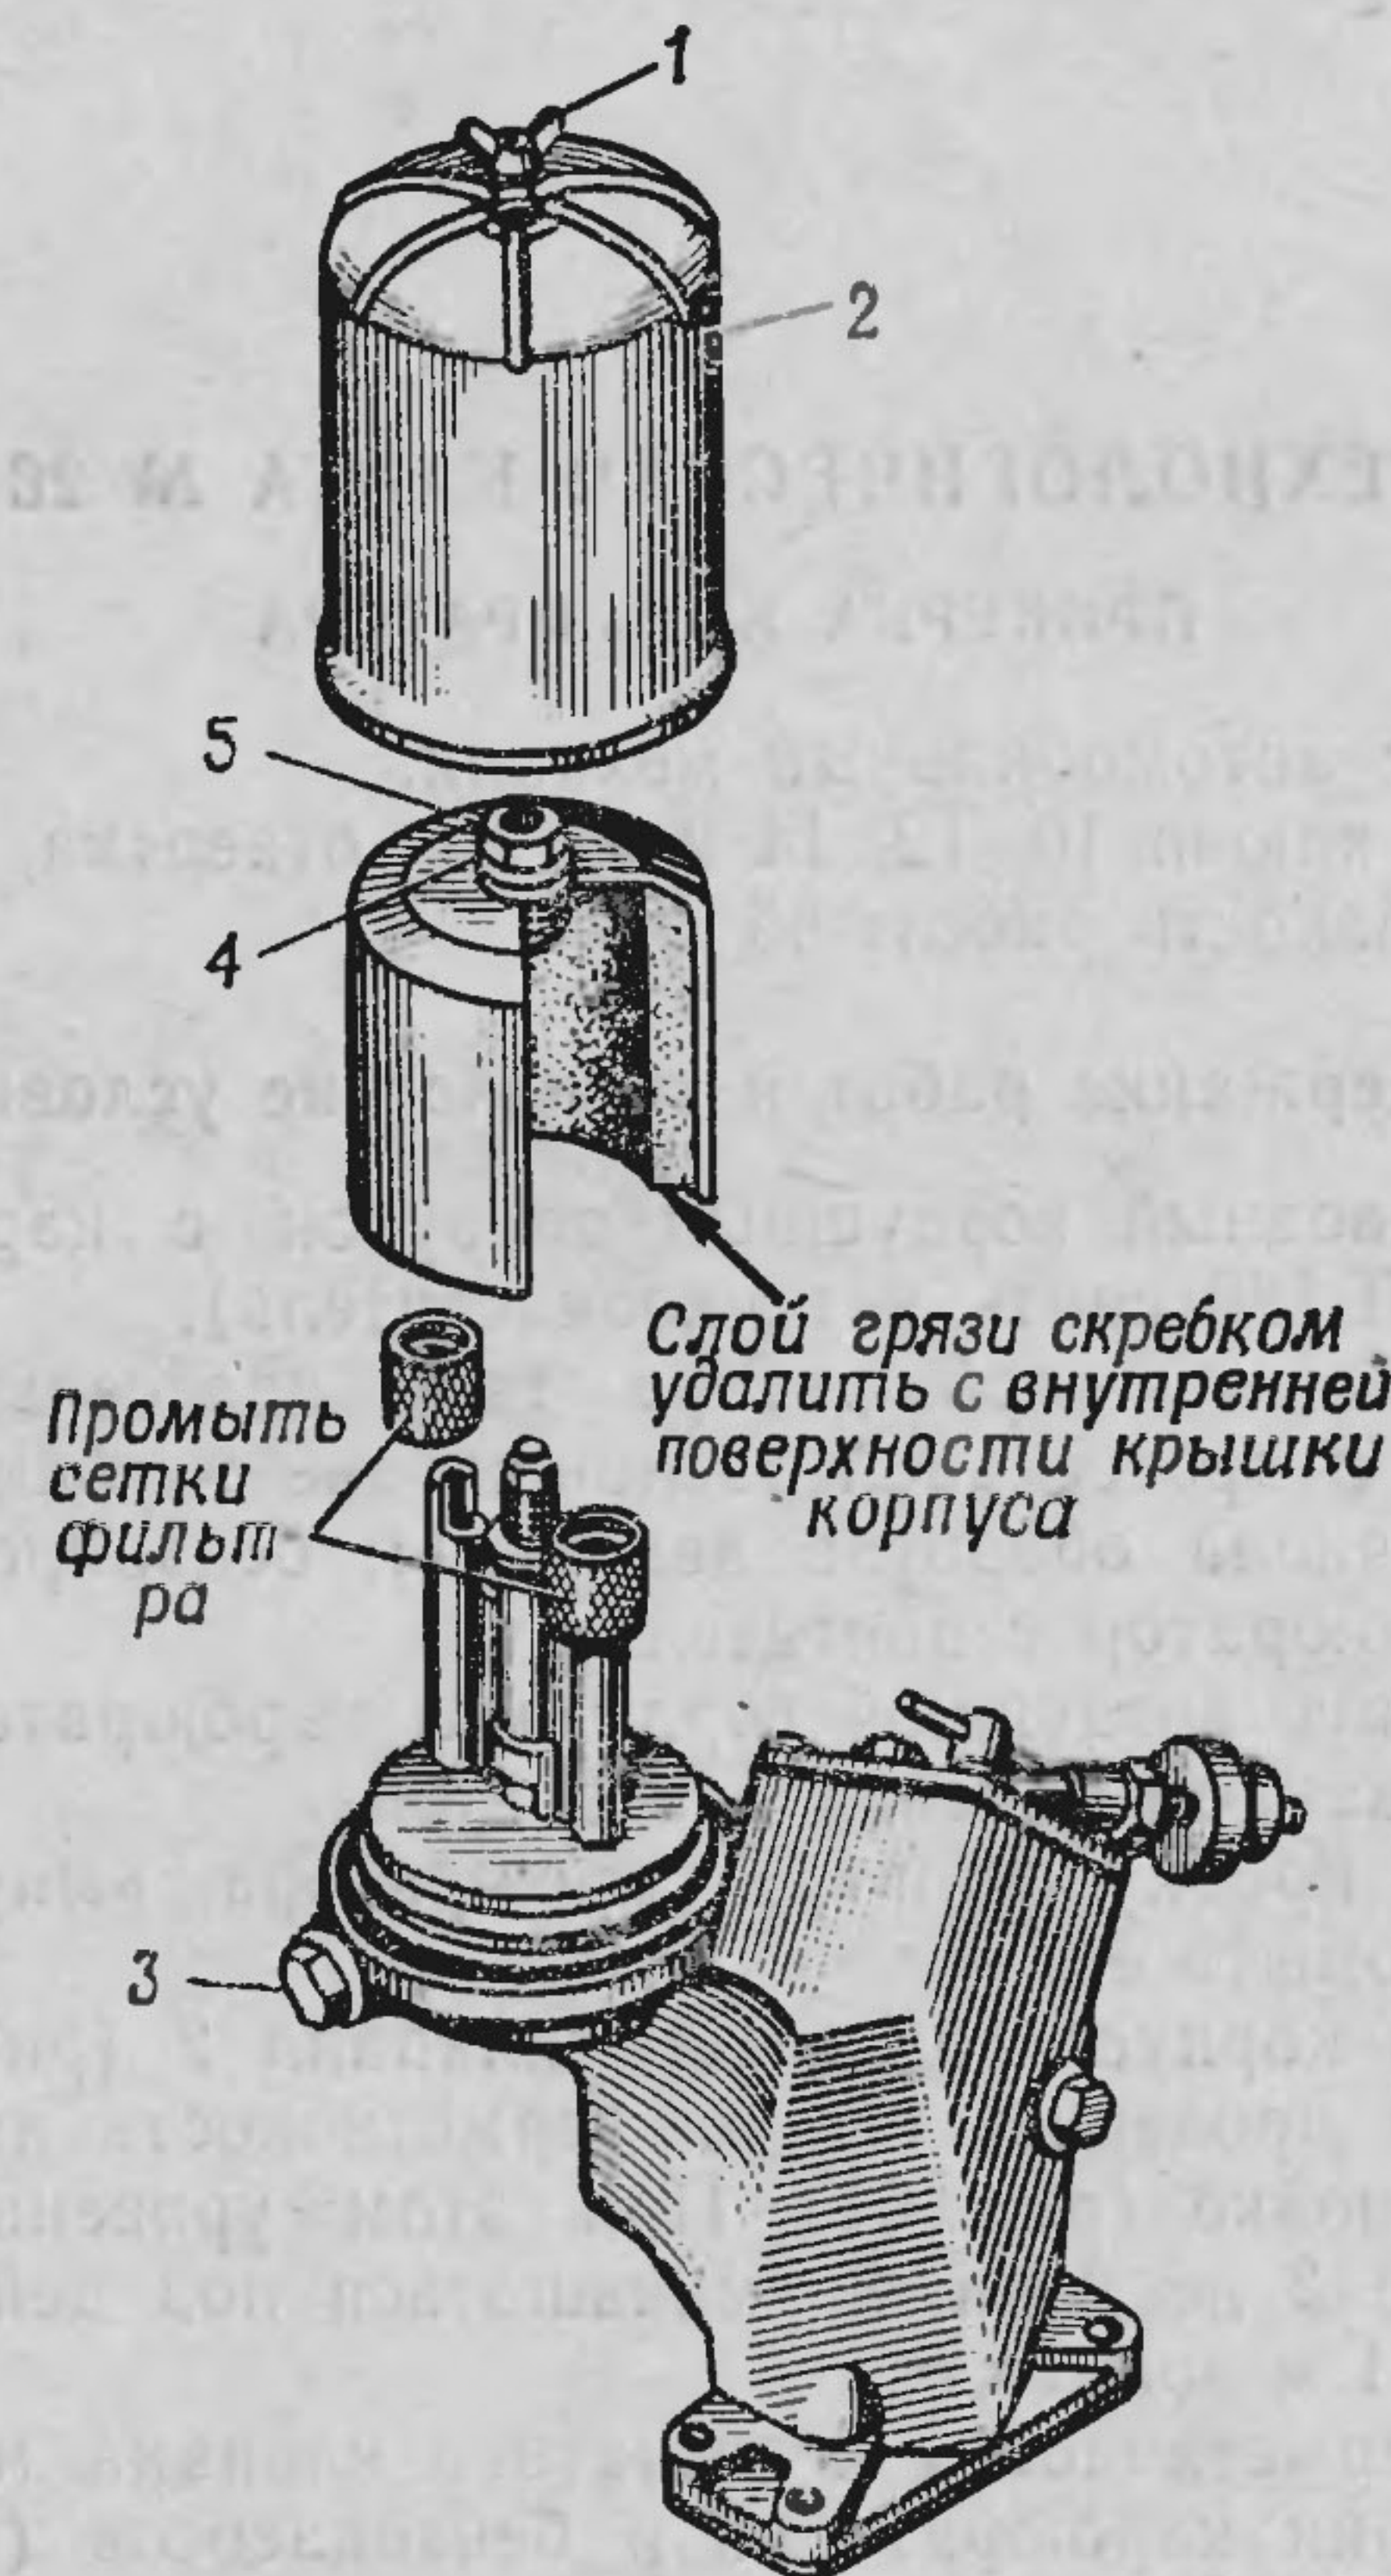

Рис. 59. Очистка и промывка фильтра тонкой очистки масла:
1. Отвернуть гайку 1 (рис. 59) кожуха и снять кожух 2.